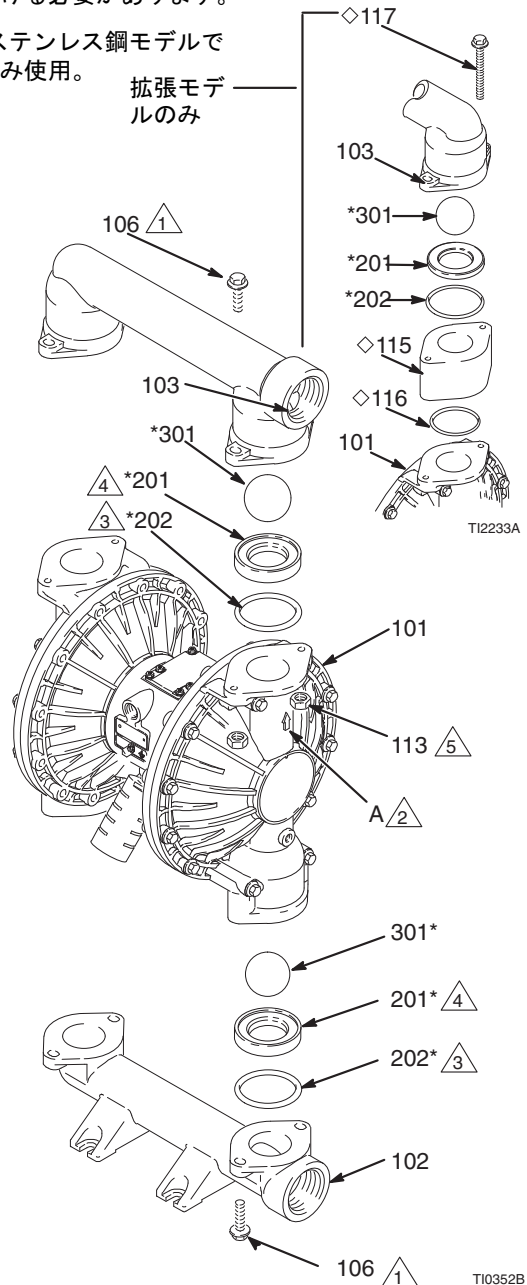

図 10
3. 10 mm のソケットレンチを使用して、排出マニホールド (103) を液体カバー (101) に固定している 4 つのボルト (106) を外します。図 10 を参照してください。
4. マニホールドからシート (201)、ボール (301)、および 0 リング (202) を取り外します。
2. 逆の手順で再度組立てます。図 10 に記載のすべての注意に従って下さい。ボールチェックとが図の通り 正確に 組み立てられていることを確認してください。液体カバー (101) の矢印 (A) は、アウトレットマニホールド (103) に向ける 必要があります。
① 中程度の強さ (青) のスレッドロッカーをスレッドに塗布して下さい。120 -150 インチ・ポンド (14 -17 N•m) のトルクで締めます。ダクタイル鋳鉄とステンレス鋼のポンプでは、190-220 インチ・ポンド (22-25N•m) のトルクで締めます。トルクの指示、32 ページを参照してください。
② 矢印 (A) は排出マニホールド (103) の方向に向ける必要がある。
③ モデルの中には使用されていないものもあります。
④ 勾配のあるシーティング面は、ボール (301) の方向に向ける必要があります。